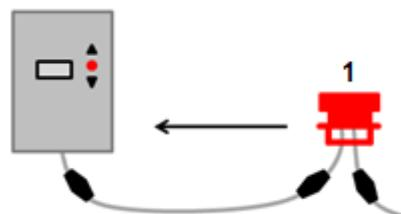

Abbildung 4: Anschluss an Torsteuerung
2. Den ersten Bewegungsmelder (Abbildung 4, Pos.1) mit der Torsteuerung verbinden.